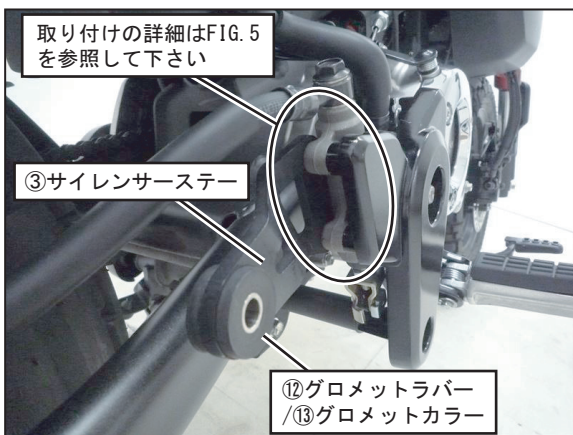

FIG. 4
5. リアブレーキのマスターシリンダーを留めるボルトを外し、④フランジ六角ボルトM6×25を使用して③サイレンサステーをマスターシリンダーと共に規定トルクで締め付けて下さい。(FIG. 4, 5参照)